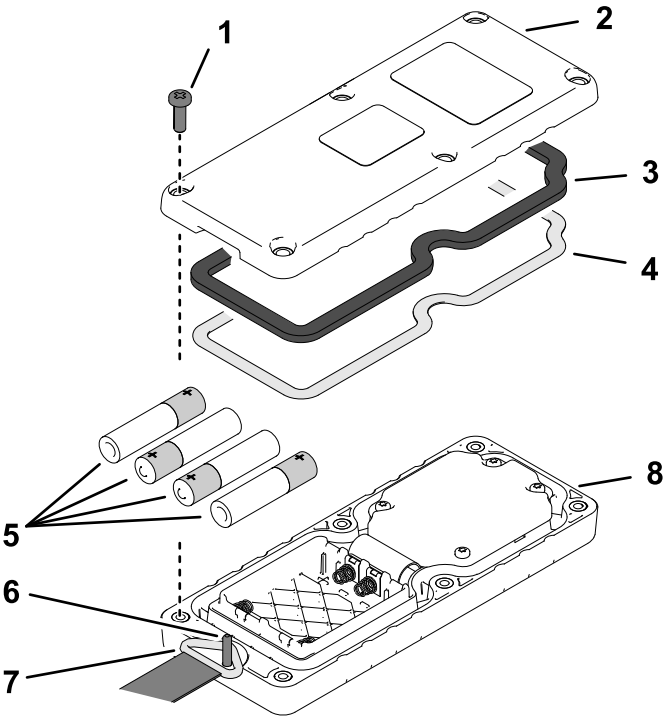

Figura 7
1. Retire os 6 parafusos que fixam as metades da tampa do comando remoto em conjunto, e retire a tampa traseira (Figura 7).
3. Assegure-se de que a junta de aço e o vedante de borracha (Figura 7) estão instalados no canal na metade da cobertura frontal.
4. Alinhe o anel do cordão sobre o pino de cordão (Figura 7).
5. Monte a cobertura traseira na cobertura frontal com seis parafusos (Figura 7).